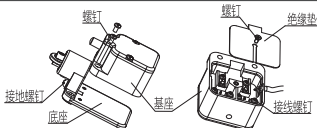
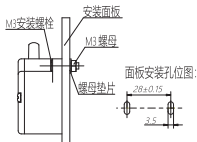
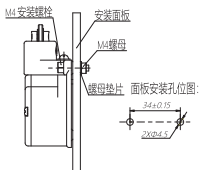

图3 布线示意图
图4 YBLX-X2安装示意图
图5 YBLX-X2/N安装示意图
7.2.1 安装：松开底座螺钉→拆开绝缘垫→按图3接线→装回绝缘垫→拧紧底座螺钉→按图4或图5安装（YBLX-X2产品无底座）；产品接线后确认绝缘垫正确装回基座槽内（基座安装面平整），基座、底座安装面无异物，M3安装螺钉拧紧力矩（0.4~0.6）N·m，M4安装螺栓拧紧力矩（1.2~1.4）N·m。